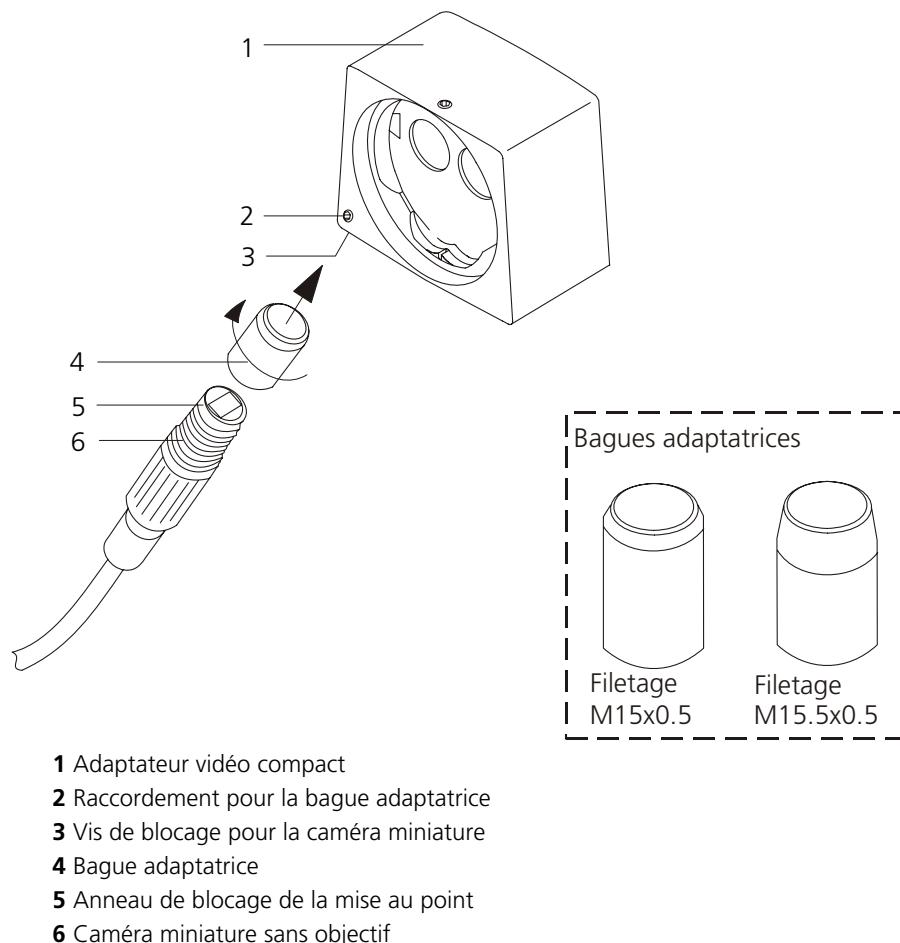

Fig. 21 Mise en place de la caméra miniature
- Vissez l'anneau de blocage de la mise au point (**5**, Fig. 21) de la tête de la caméra jusqu'à la butée arrière.
- Vissez la bague adaptatrice (**4**, Fig. 21) pour la caméra correspondante sur le filetage de la caméra miniature (**6**, Fig. 21). Bloquez légèrement la bague adaptatrice avec l'anneau de blocage de la mise au point (**5**, Fig. 21).
- Enfichez la bague adaptatrice de l'extérieur dans l'orifice de raccordement (2, Fig. 21) de l'adaptateur vidéo compact (1, Fig. 21) et observez l'image du moniteur.
- Si la netteté et la position de l'image sont correctes, serrez avec précaution la vis de blocage pour la caméra miniature (3, Fig. 21) afin de bloquer la caméra.